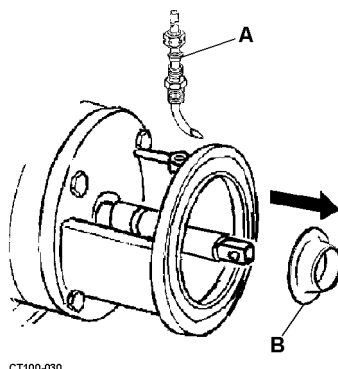

Figura 11 - Installazione sistema a cascata
In caso di ordinazione di questa opzione, viene fornito un gruppo di raccordo (vedere Figura 11, rif. A) per dirigere un getto d'acqua sulla piastra posteriore/zona della tenuta.
- L'ugello per l'acqua (vedere Figura 11, rif. A) è montato nell'adattatore sopra la tenuta della piastra posteriore montata per irrorare la superficie di tenuta.